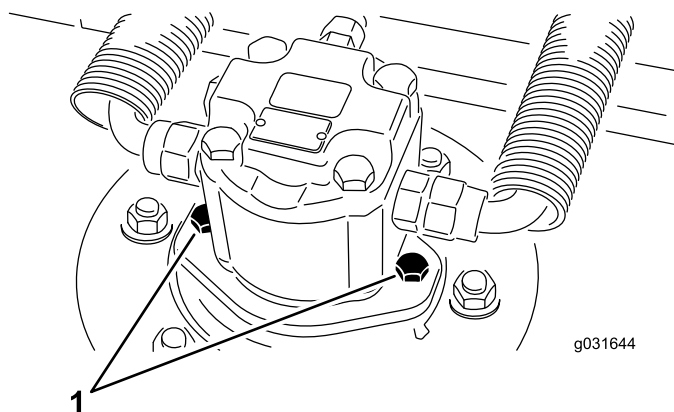

Figura 68
2. Scoateți uruburile de montare a motorului hidraulic i deconectați i scoateți motorul hidraulic din unitatea de tăiere (Figura 68).
4. Folosind uruburile de montare a motorului hidraulic, instalai motorul hidraulic pe unitatea de tăiere (Figura 68).